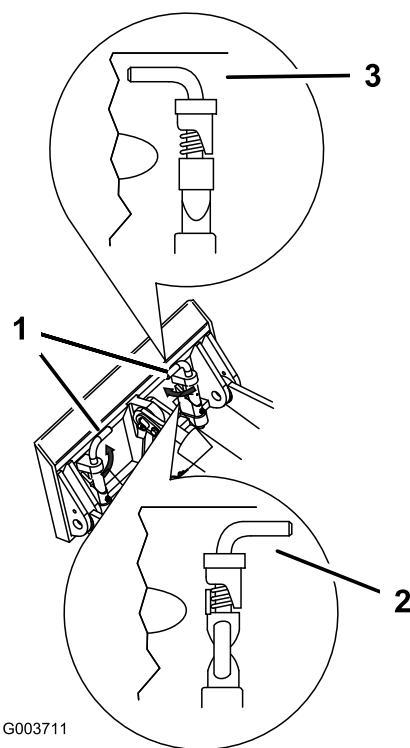

Figure 9
7. Engagez complètement les goupilles à fixation rapide dans la plaque de montage (Figure 9).